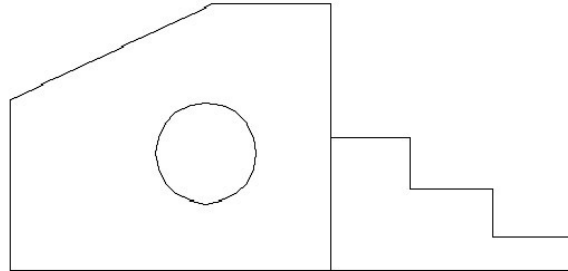

Figura 8.3- Desenho de referência para cotação.
Antes de iniciarmos propriamente este item, é necessário que desenhemos alguns objetos na área de trabalho para servirem de referência aos comandos que serão apresentados nos próximos subitens. Dessa forma, utilizando o comando *LINE* e *CIRCLE*, desenha objetos similares aos apresentados na figura 8.3.
3. Os parâmetros que serão mais utilizados e que poderão ser modificados são listados a seguir. Esses parâmetros são definidos em unidades de desenho. Modifique-os de acordo com o exemplo da figura 8.3:
5. Os parâmetros que serão mais utilizados e que poderão ser modificados são listados a seguir. Esses parâmetros são definidos em unidades de desenho. Modifique-os de acordo com o exemplo da figura 8.3.